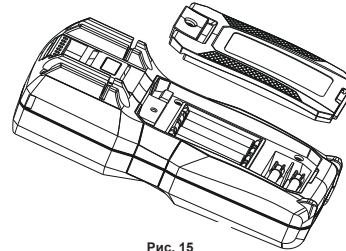

Рис. 15
11.2 Установка (замена) батарей и предохранителей (Рис. 15)